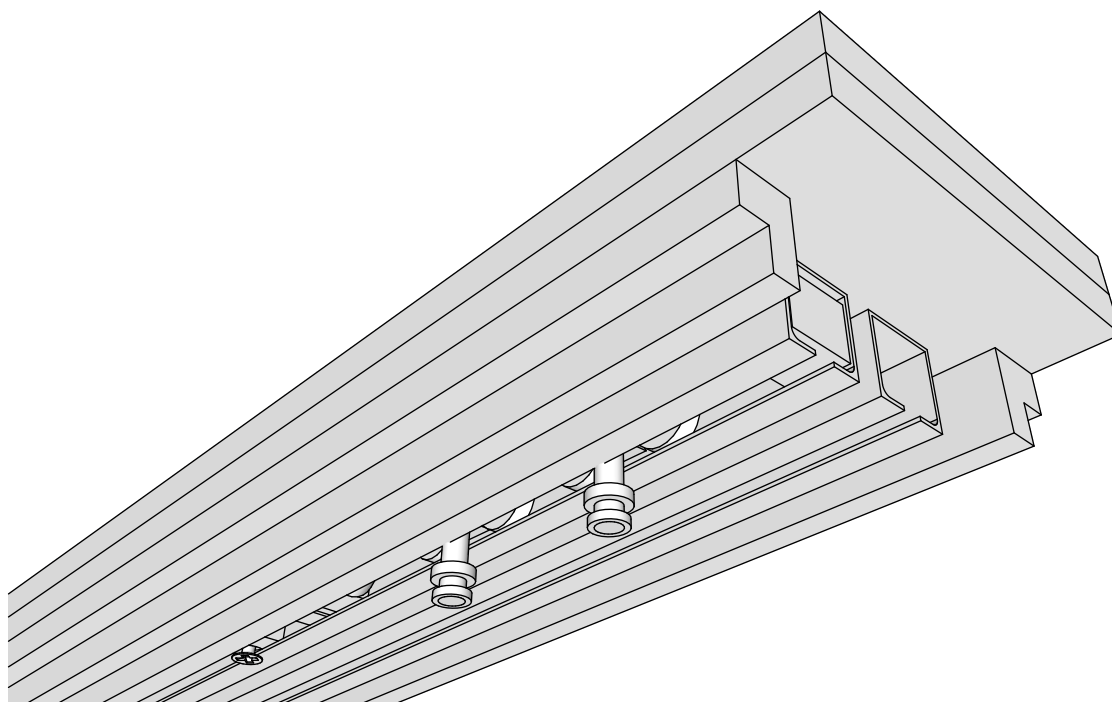

Рисунок 8
2.2. Зажать винты толкателя (Рис. 8).